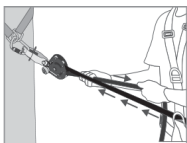
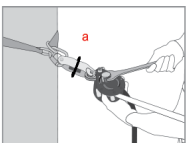

Abb. 3
Abb. 4
Nachdem die Sicherungsleine installiert ist, muss eine Voreinstellung der Spannung vorgenommen werden, dazu zieht man manuell an der Leine (Seite des Endknotens – Abb. 3). Die Nocke (8) und der Nockenhebel (4) müssen automatisch an das Seil greifen. Legen Sie den Nockenhebel (4) um und stellen Sie mit einem passenden Schlüssel die Spannung an der Spannungseinstellachse (1) ein, bis die Beilagscheibe der Spannungsanzeige (a) auf der Spannungsanzeige (2) sich frei drehen lässt (Abb. 4). Sobald diese sich frei bewegen kann, NICHT WEITER SPANNEN! Dies entspricht einer Vorspannung der Sicherungsleine von ungefähr 0,5 kN. Wenn die Sicherungsleine in Gebrauch ist, überprüfen Sie regelmäßig diese Spannung (Drehen der Beilagscheibe an der Spannungsanzeige) und stellen Sie sie gegebenenfalls in der oben beschriebenen Weise nach.